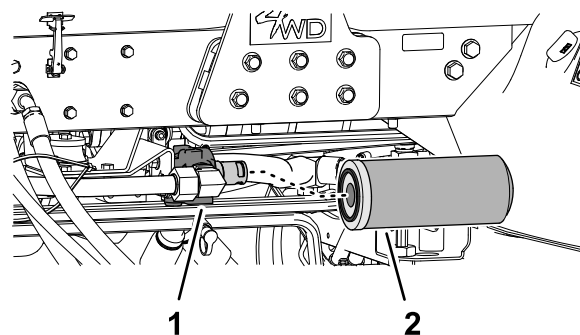

Figure 107
1. Nettoyez la surface autour du filtre de retour et de la tête du filtre (Figure 107).